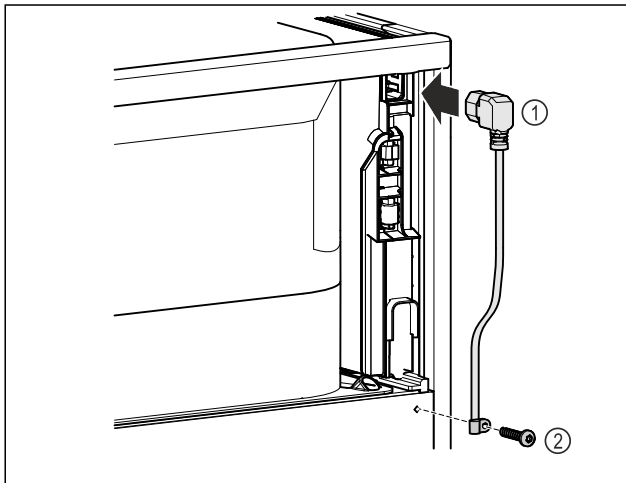

Fig. 11
- ▶ Introduceți mufa pentru puteri mici de la conductorul de racord la rețea Fig. 11 (1) pe partea posterioară a aparatului.
- ▶ Montați siguranța antismulgere. Fig. 11 (2)